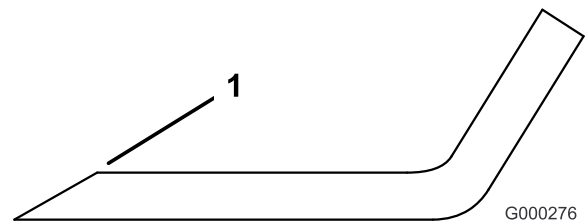

Figure 87
3. Examinez les tranchants de toutes les lames et aiguisiez-les s'ils sont émoussés ou ébréchés (Figure 87).
Remarque: N'aiguissez que le haut du tranchant et conservez l'angle de coupe d'origine pour obtenir une coupe nette (Figure 87). Limez la même quantité de métal sur chacun des deux tranchants pour ne pas déséquilibrer la lame.